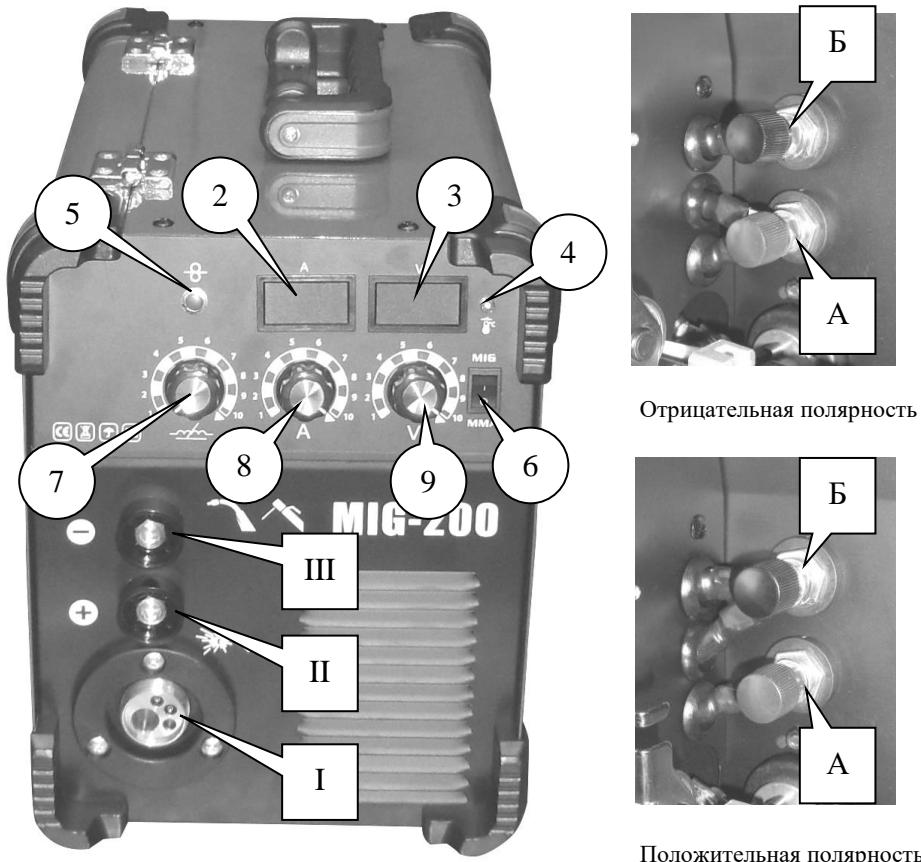

Рис. 1. Расположение органов управления и индикации.
- Подключить сварочную горелку к евроадаптеру I (Рис. 1) сварочного аппарата.
- Внутри отсека подачи проволоки: подключить клемму выбора полярности к разъему A (+) (Рис. 1)
- Внутри отсека подачи проволоки: подключить клемму выбора полярности к разъему Б (-) (Рис. 1)